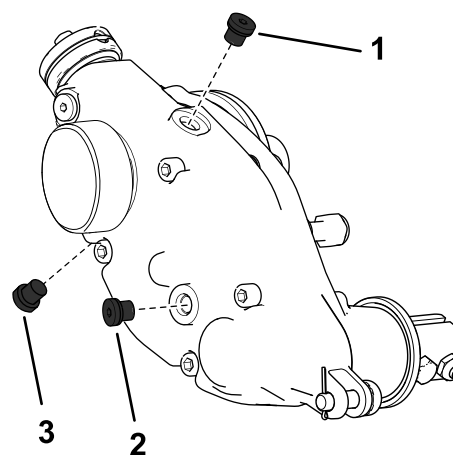

Figura 26
2. Remova o tampão de escoamento no fundo da caixa (Figura 26).
3. Remova o tampão de enchimento na lateral da caixa e desaperte o tampão de ventilação na parte superior para que o ar possa passar (Figura 26).